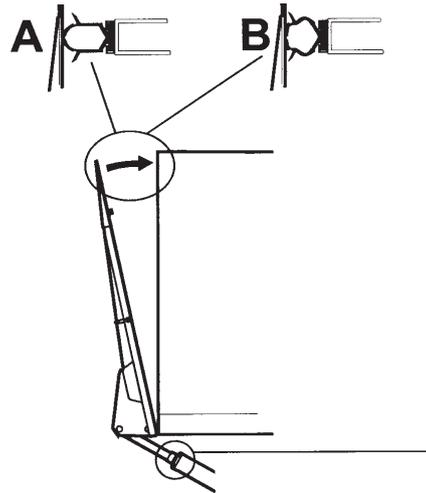

Abb. 43. Einstellung der Anliegefläche am Aufbau.
9. Beide Zylinder abwechselnd einstellen, sodass die Bordwand am Aufbau anliegt, siehe Abb. 43 (B).